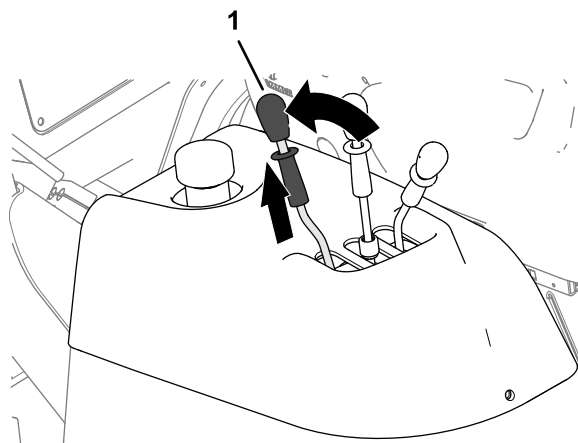

図 55
1. 一人がホッパーのダンプレバーを引いてそのまま保持する **図 55**。